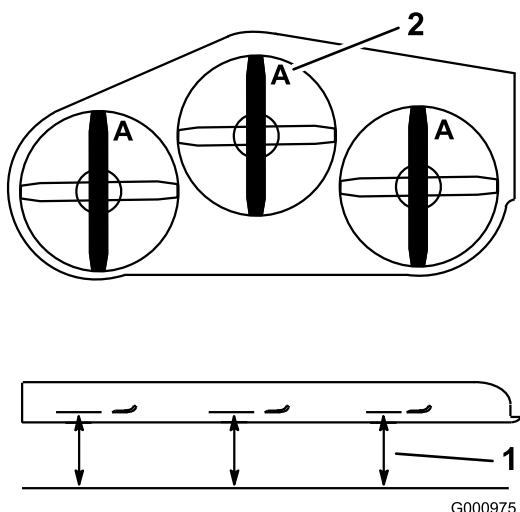

Figura 76
2. Misurate da un piano orizzontale fino al tagliente delle lame, posizione A, (Figura 76).